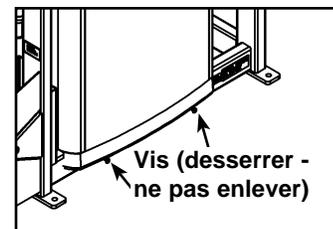

Figure 6
- F. Desserrez les deux vis inférieures illustrées à la figure 6. **REMARQUE** : Ne les enlevez pas.